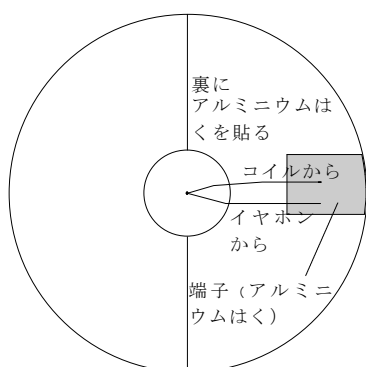

図4 厚紙の裏
- 5 長方形（2 cm×4 cm程度）のアルミニウムはくを方法4の厚紙のアルミニウムはくの部分にセロハンテープで貼り、折り返した部分を裏の厚紙の面にのりで貼り、端子とする（図4）。
- 6 方法3の透明シートと方法4の厚紙をアルミニウムはくを上にして重ね、千枚通しで円の中心に穴をあける。方法2のクリスタルイヤホンの導線とエナメル線1本ずつを円の穴に通し、端子に貼る（図4）。